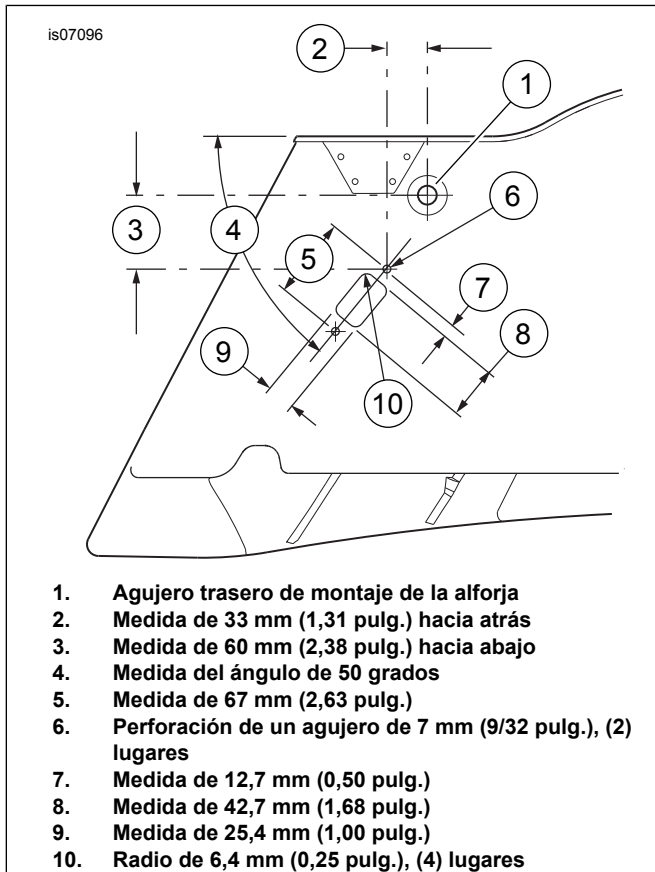

Figura 5. Corte de agujeros de conector en la pared del lado interior de la alforja (se muestra la alforja del lado izquierdo)
3. Vea Figura 5. Aplique una tira o tiras de cinta adhesiva en el área aproximada de los agujeros que se van a hacer, en la pared del lado interior de la alforja, para el conector del arnés de puente de la alforja. Muy cuidadosamente mida y marque las ubicaciones de los agujeros como se muestra.